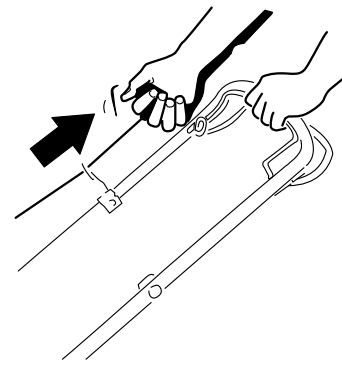

Figura 16
2. Tire de la cuerda de arranque (Figura 16).
**Nota:** Cuando tire del arrancador de retroceso, tire suavemente hasta que note resistencia; luego tire con fuerza (Figura 16). Deje que la cuerda vuelva lentamente al manillar.
- Para activar la transmisión autopropulsada: apriete la barra de transmisión autopropulsada hacia el manillar y manténgala allí (Figura 16).